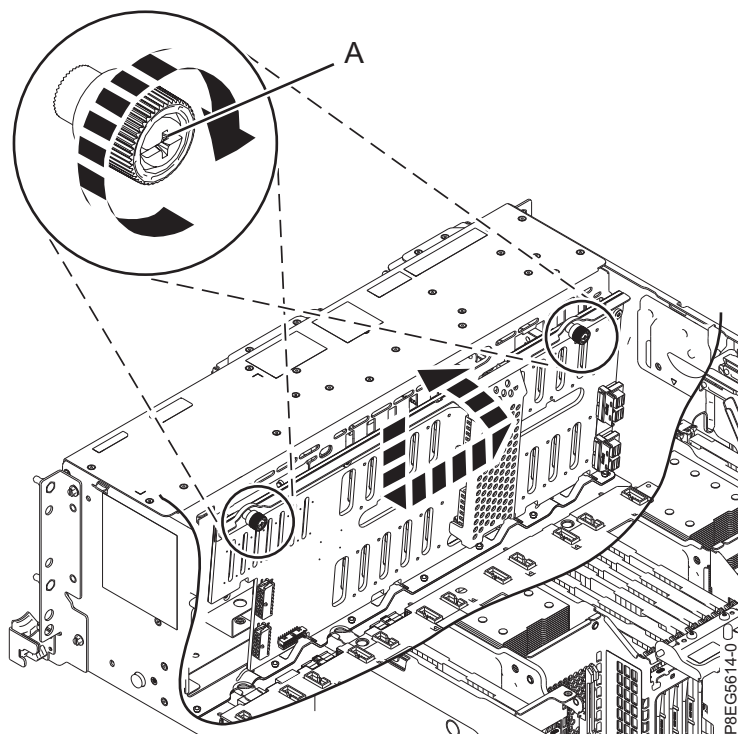

図 17. ディスク・ドライブ・バックプレーンの再取り付け
3. ディスク・ドライブ・バックプレーンの上部にある出っ張りを使用して、システムの前面に向くように、バックプレーンを再取り付けします。バックプレーンを背面に向けて傾け、シャーシの中に押し下げます。システムの中に挿入するためにバックプレーン・カットアウトをシャーシのタブに位置合わせします。図 17 に示すように、バックプレーンを横にスライドさせます。
4. それぞれの拘束つまみねじ (A) を、システムのシャーシに固定されるまで、慎重に締めます。